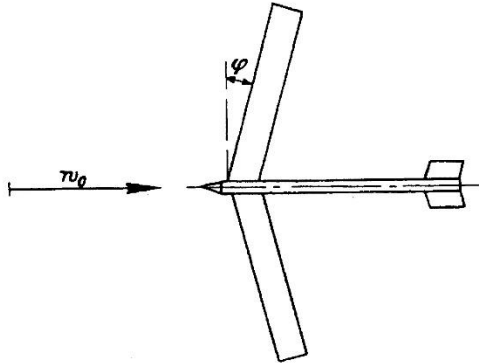

Abb. 5. Pfeilförmiges Tragwerk.
Bei den ebenen Strömungen ergab sich, daß die besten Gleitzahlen bei bestimmten Machschen Zahlen erreicht werden, die wenig über der Schallgeschwindigkeit liegen. Es wäre bedauerlich, wenn damit das letzte Wort über die günstigsten Gleitzahlen überhaupt gesprochen wäre. Nun zeigt die Gleichung (25), daß sich die wirksamen Machschen Zahlen durch Schrägstellung der Tragflügel erniedrigen lassen. Es müßte daher lohnen, allgemein die pfeilförmigen Tragwerke (Abb. 5), auf ihre Gleitzahl bei Überschallgeschwindigkeit hin zu untersuchen.